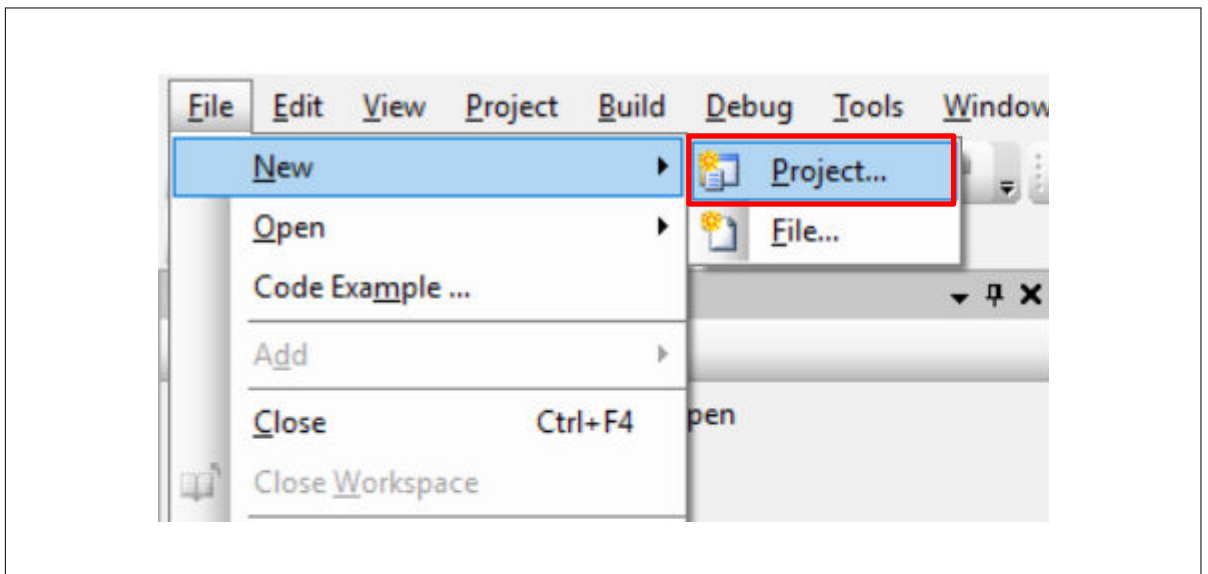

図 33 新規プロジェクトの作成
1. 図 33 に示すように、PSOC™ Creator を起動し、File メニューから **New > Project** を選択してください。